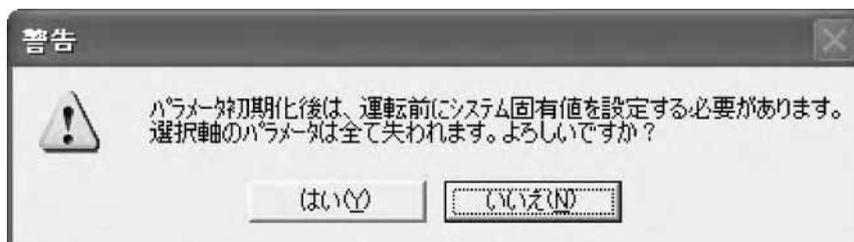

図9.6.6 警告
- メニューからドライバ (D) →メモリ初期化 (I) と選択します。
- 図9.6.6の警告ダイアログボックスが表示されます。